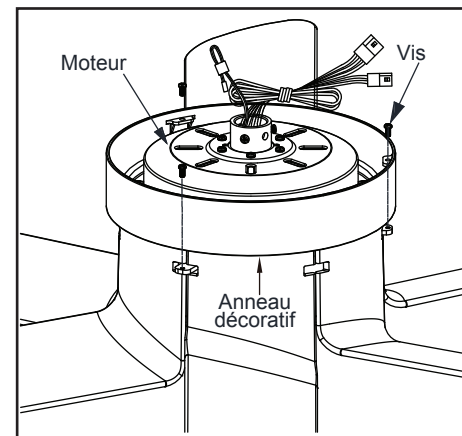

Figure 7
1. Retirez les trois vis de la languette du moteur du ventilateur. Fixez l'anneau décoratif sur le moteur du ventilateur en alignant les trous de l'anneau décoratif avec les trous de la languette et en insérant les vis. (Figure 7)
2. Assurez-vous que toutes les vis sont bien serrées. (Figure 7)